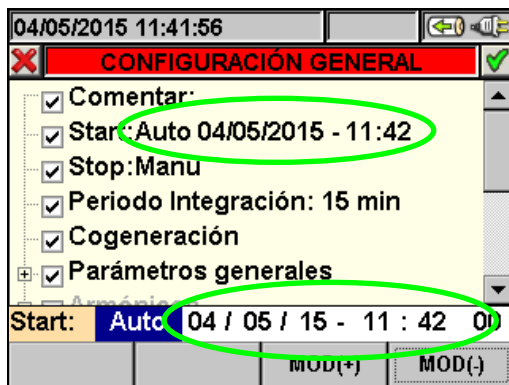

Fig. 73: Fecha/Hora correcta
2. Pulse las teclas **F3** o **F4** (o bien **MOD(+)** o **MOD(-)** del visualizador) para incrementar o decrementar de una unidad el valor de las cifras hasta programar el valor deseado **coherente** con la fecha de sistema (ver la Fig. 73)